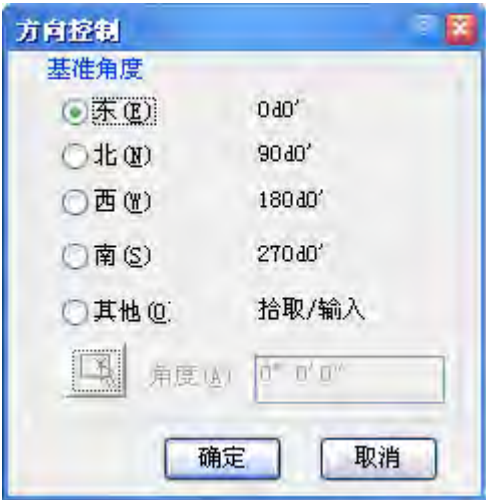

图 6-2 角度方向控制
**基准角度：** 在图 6-1 中点击方向按钮，出现方向控制对话框，如图图 6-2 所示，规定 0 度角的位置，例如，缺省时，0 度角在 “东” 或 “3 点” 的位置。